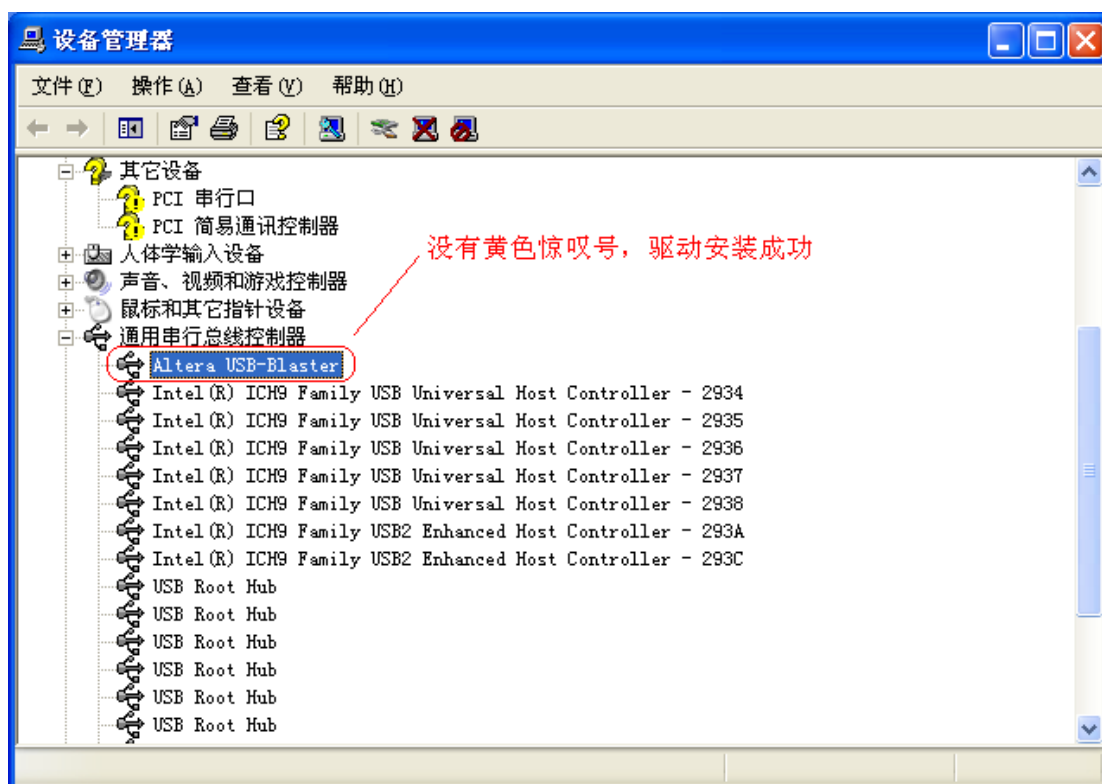

图 1-12 驱动程序安装成功与否检查
11. 右键单击我的电脑，进入属性页，再进入“硬件”标签页，单击“设备管理器”对话框，单击“通用串行总线控制器”图标，查看安装是否成功。如图 1-12 所示。